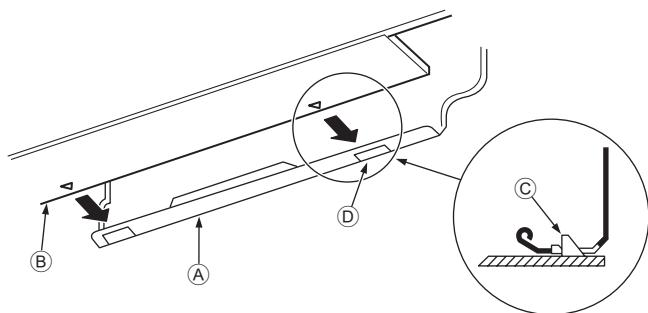

Fig. 3-15
3. Lors de l'insertion du tuyau de réfrigérant et le tuyau d'écoulement dans l'orifice mural d'insertion (manchette de pénétration), accrocher la partie supérieure de l'appareil intérieur sur la planche d'installation ①.
5. Fixer en poussant la partie inférieure de l'appareil intérieur sur la planche d'installation ①. (Fig. 3-15)
- * Vérifier que les boutons en bas de l'appareil intérieur sont correctement maintenus sur la planche d'installation ①.
- Ⓐ Planche d'installation ①